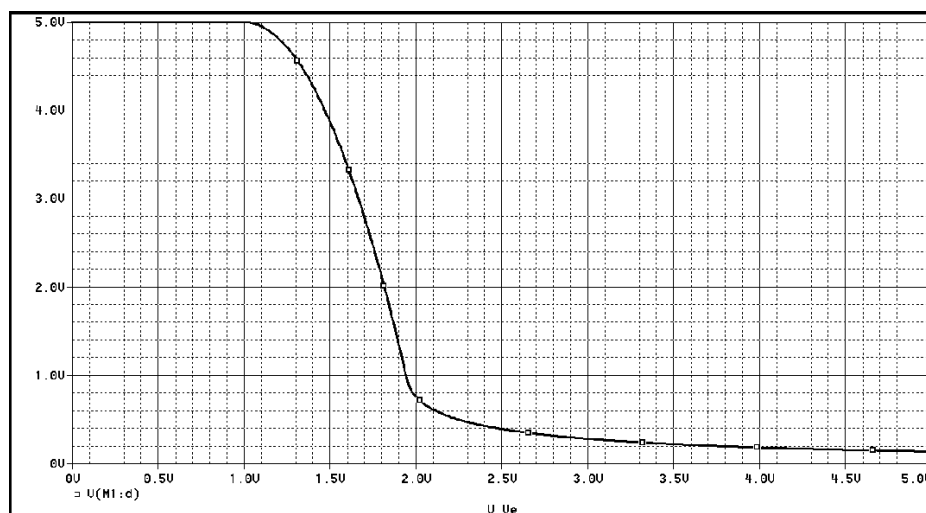

Figura 3. Curva de transferencia del inversor NMOS.
1.4 A continuación, utilizad el comando **Analysis/simulate (F11)** para iniciar la simulación. Se activa PROBE y con **Trace/Add trace (Insert)** se selecciona la tensión de salida. La salida está en el drenador del transistor, por lo que una forma de especificarla es $V(M1:d)$, donde M1 sería el nombre del transistor (ojo, mirad el nombre del transistor en vuestro esquemático). Debe aparecer la curva de transferencia del inversor, con un aspecto como el que muestra la Figura 3. También podemos verlo poniendo un marcador de tensión  en la D del mosfet.